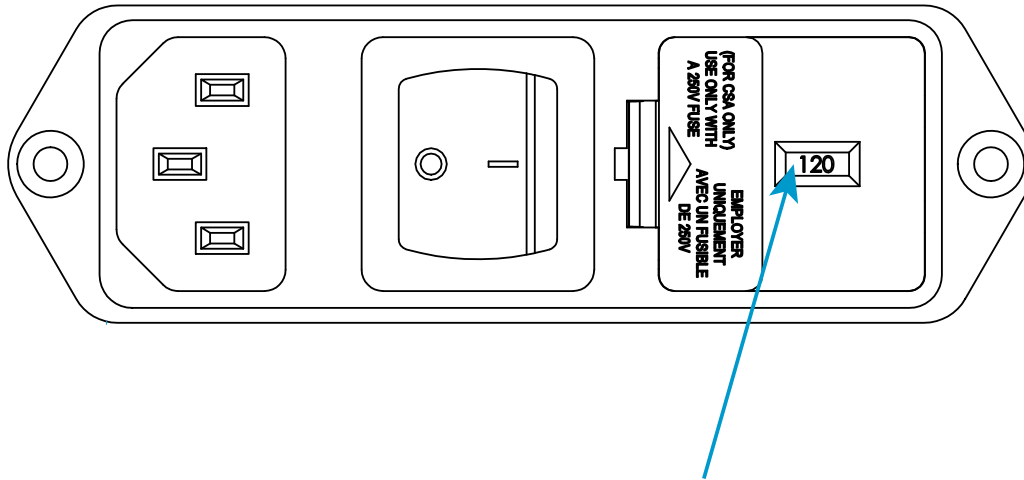

Abbildung 4. Netzeingangsbuchse mit Spannungseinstellung
2. Kontrollieren Sie die Netzeingangsbuchse und beziehen Sie sich auf Abbildung 4 auf Seite 41. Die in Abbildung 4 angezeigte Spannung ist 120V.
7. Setzen Sie den Sicherungshalter wieder in der Netzeingangsbuchse ein. Überprüfen Sie, dass der Anzeigestift jetzt die richtige Netzspannung anzeigt. Siehe Abbildung 4 auf Seite 41 zur Information.